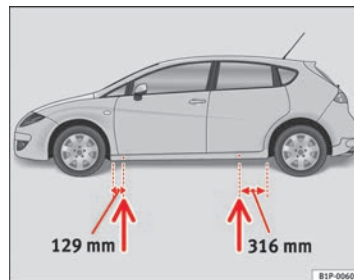

Abb. 158 Aufnahme-
- Suchen Sie den Aufnahmepunkt am Unterholm, der dem zu wechselnden Rad am nächsten liegt ⇒ Seite 256, Abb. 158.
Am Unterholm kennzeichnen jeweils vorn und hinten Eindrückungen die Stellen, an denen der Wagenheber angesetzt werden darf ⇒ Seite 256, Abb. 158. Es gibt für jedes Rad genau eine Stelle. An anderen Stellen darf der Wagenheber nicht angesetzt werden.